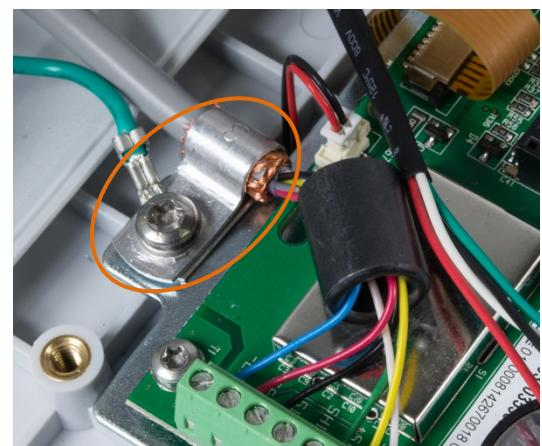

Abbildung 2-27: Ferritperleninstallation und Gehäuseerdung des analogen Wägezellenkabels, IND231
1. Das Wägezellenkabel tritt über die Kabeldurchführung entsprechend Abbildung 2-27 in das Gehäuse ein.
4. Mit der Erdungsklemme des Terminals wird die freigelegte Abschirmung (Abbildung 2-26) mit der Metallplatte verbunden. Dazu wird die Befestigungsschraube des Gehäuseverbindungsdrähtes verwendet, siehe Abbildung 2-27.